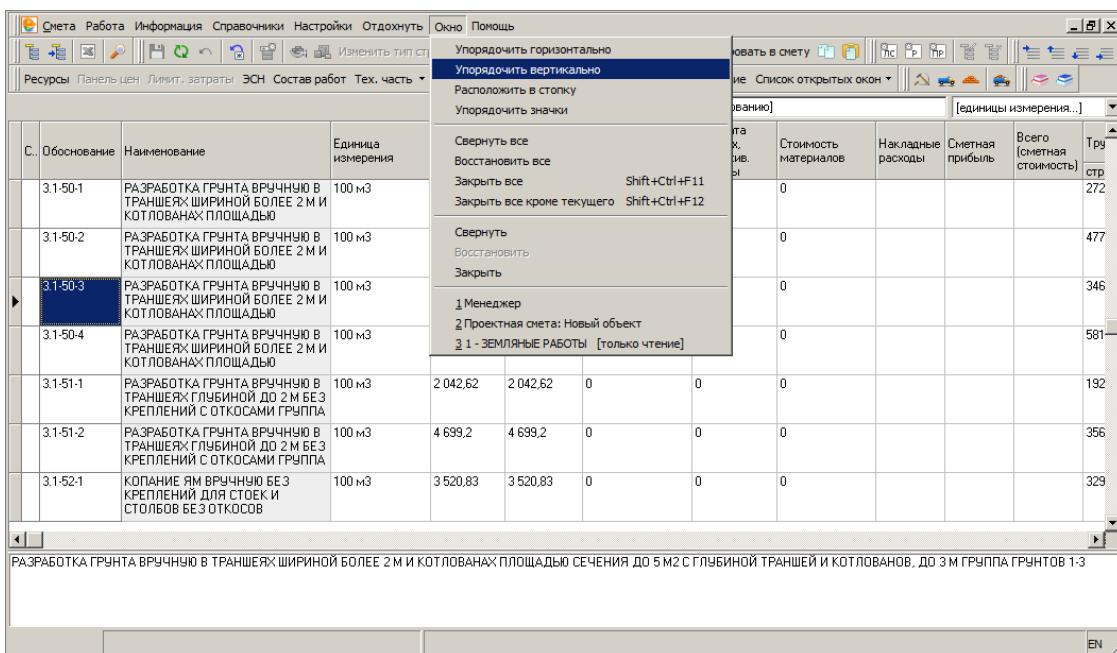

Рис. 1.
- Выполните команду **Окно -> Упорядочить вертикально** (см. рис. 1).
- В Главном меню выберите пункт **Окно -> Упорядочить вертикально** (см. рис. 1).